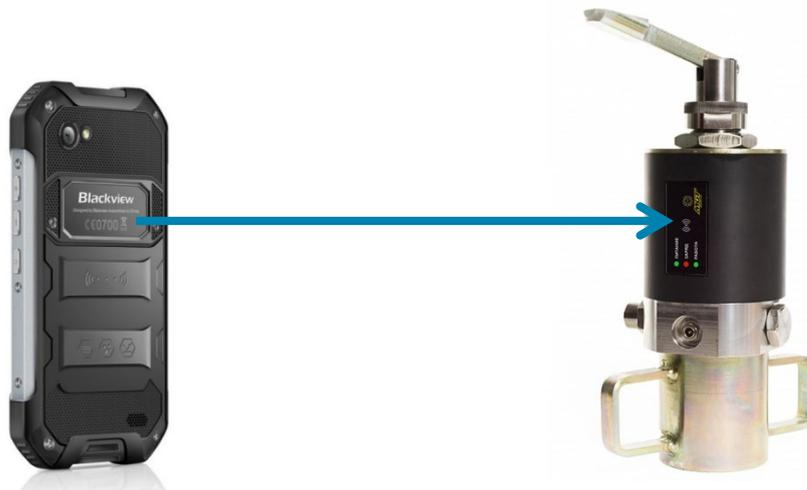

рис.2
2) Установите связь между датчиком и смартфоном с программой MGT, дотронувшись задней частью смартфона к лицевой стороне датчика уровня с логотипом **MGT**. Дождитесь звукового сигнала, подтверждающего подключение датчика. (рис.2)